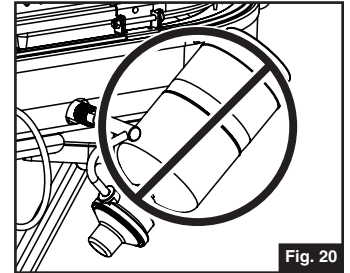

Fig. 20
- Nunca haga funcionar la parrilla con el cilindro de propano al revés. (Fig. 20)